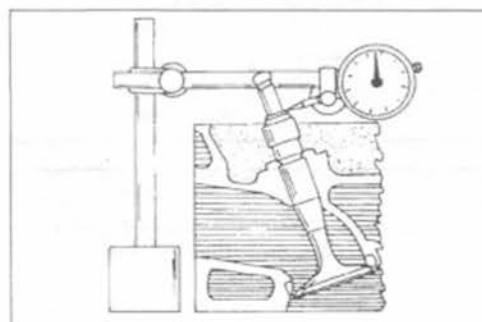

Рис. 46. Измерение зазора между стержнем клапана и направляющей втулкой с помощью стрелочного индикатора.
- В случае, если нет в наличии внутреннего индикатора часового типа, поставить стрелочный индикатор на головку блока цилиндров, как на рис. 46, клапан вынуть из седла и конец стержня клапана подвигать вверх-вниз. Датчик индикатора нужно поставить как можно ближе к краю стержня клапанов. Замер не должен превышать 0,20 мм.